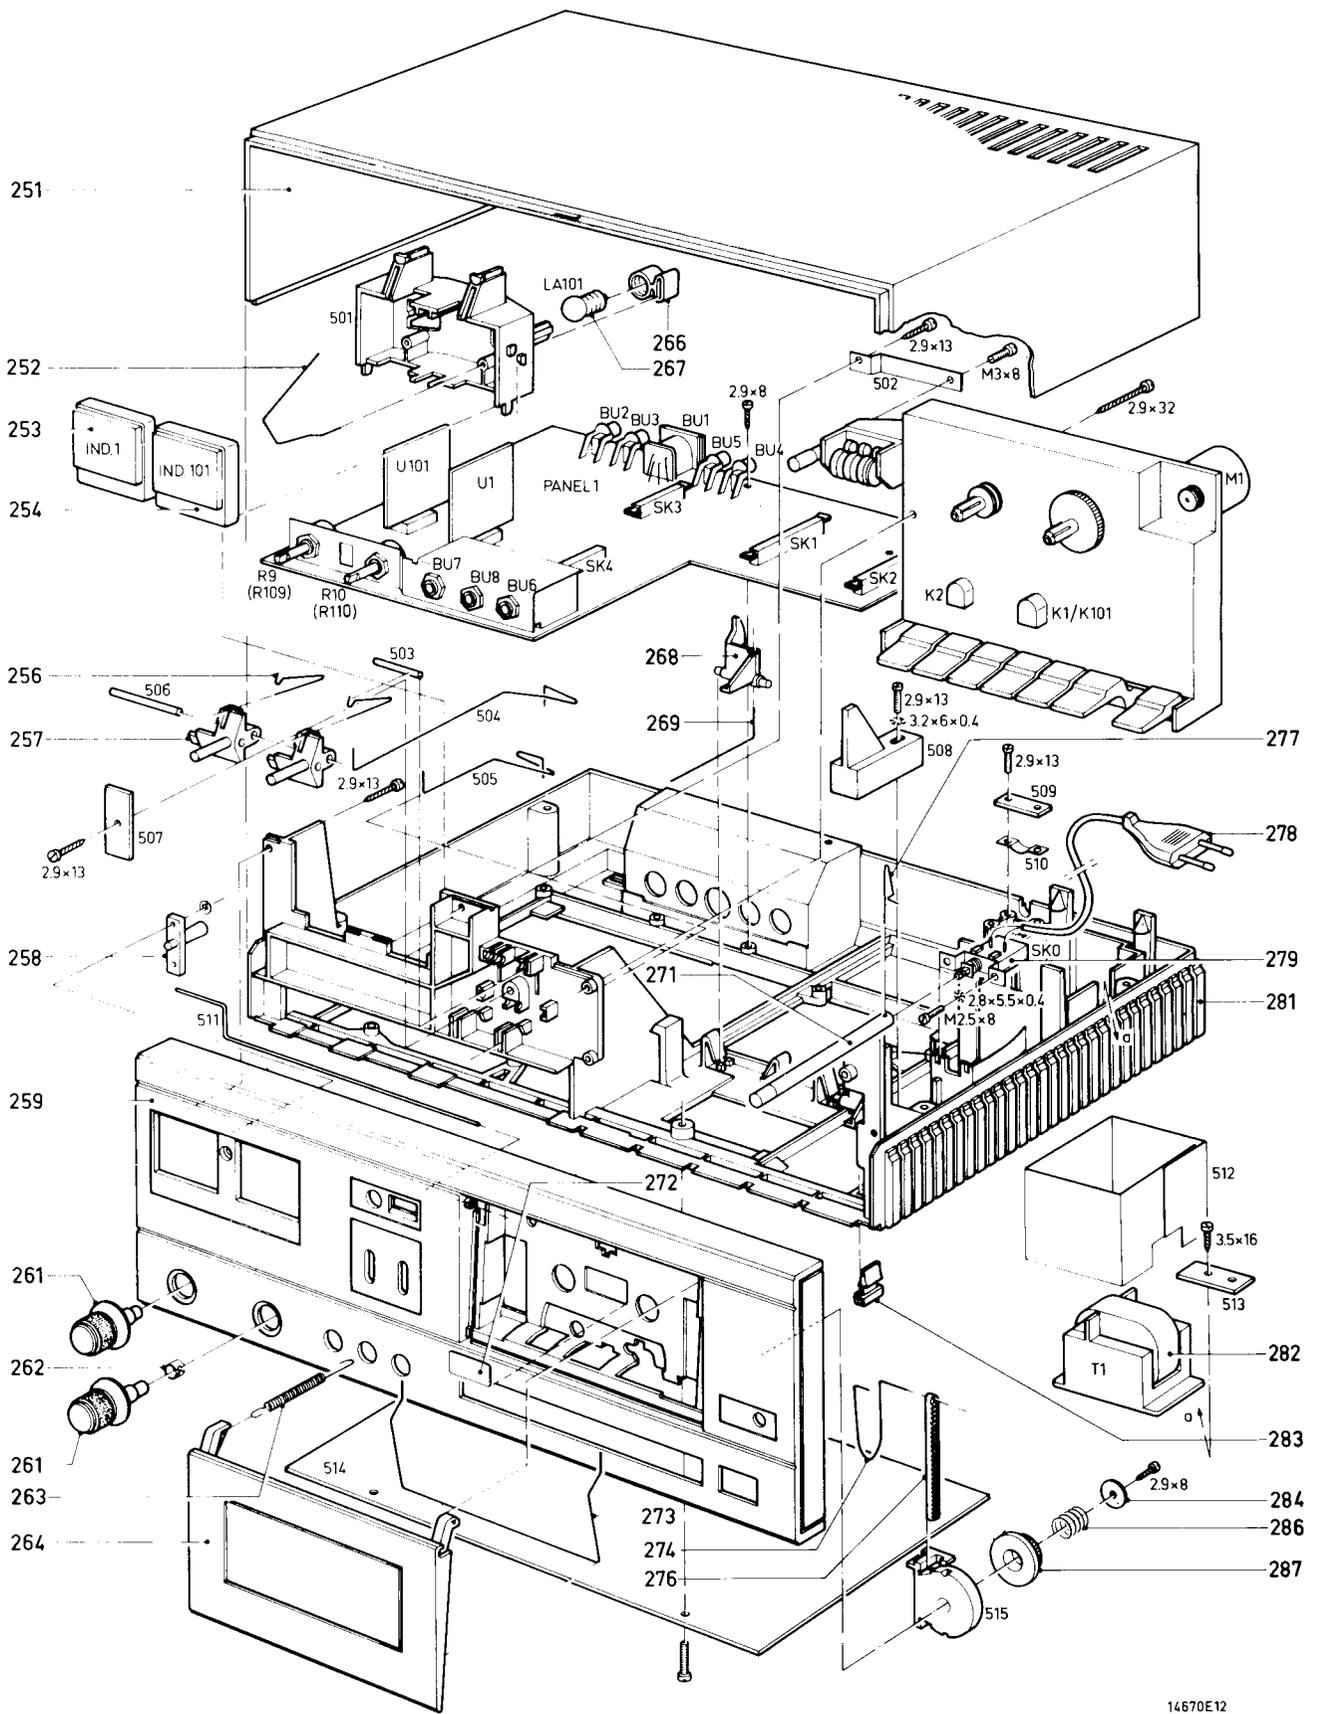

Fig. 5
C. Ersatz der Schalthebel 257 (Abb. 5)